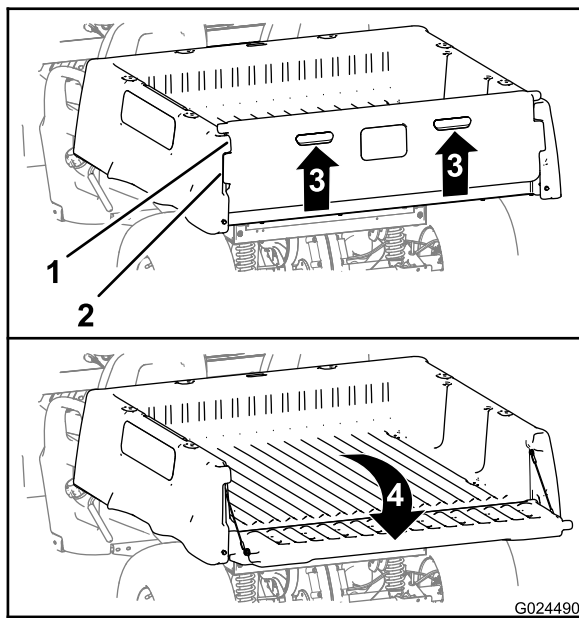

Figure 20
2. Passez les doigts dans les poignées du hayon pour le soulever (Figure 20).
3. Alignez les bords de verrouillage du hayon sur les ouvertures entre les bords de verrouillage sur le plateau de chargement (Figure 20).
4. Faites pivoter le hayon vers l'arrière et le bas (Figure 20).
6. Faites pivoter le hayon vers le haut et l'avant jusqu'à ce que les bords de verrouillage du hayon soient de niveau avec le creux dans le plateau de chargement (Figure 20).
7. Abaissez le hayon jusqu'à ce qu'il soit de nouveau engagé à l'arrière du plateau de chargement (Figure 20).